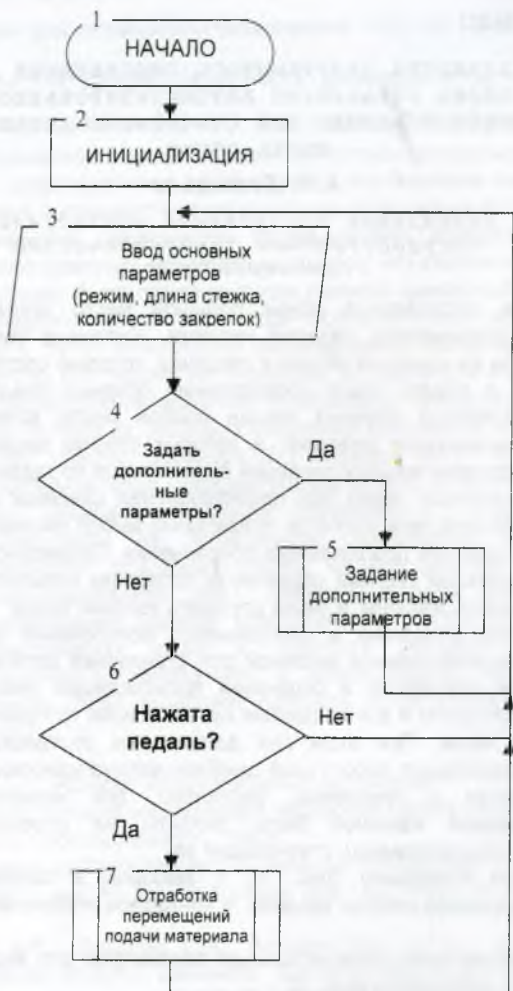
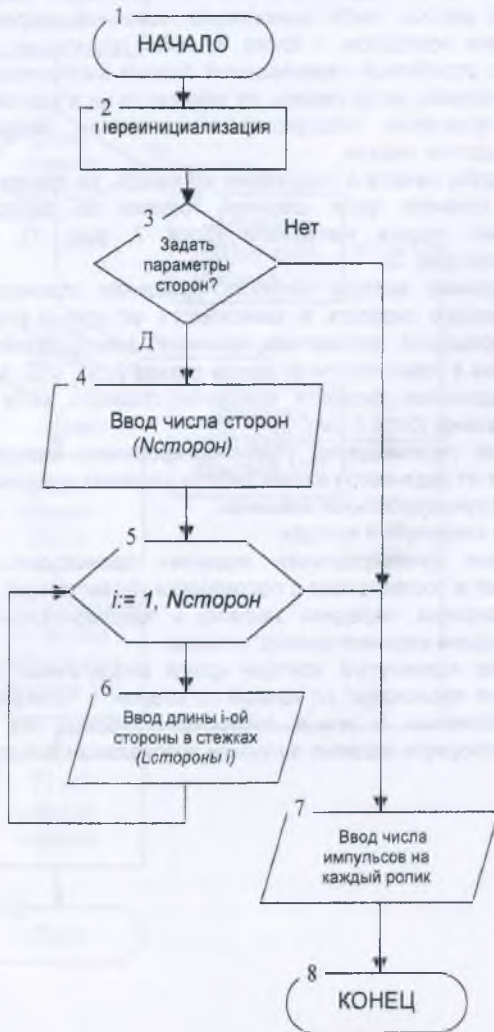
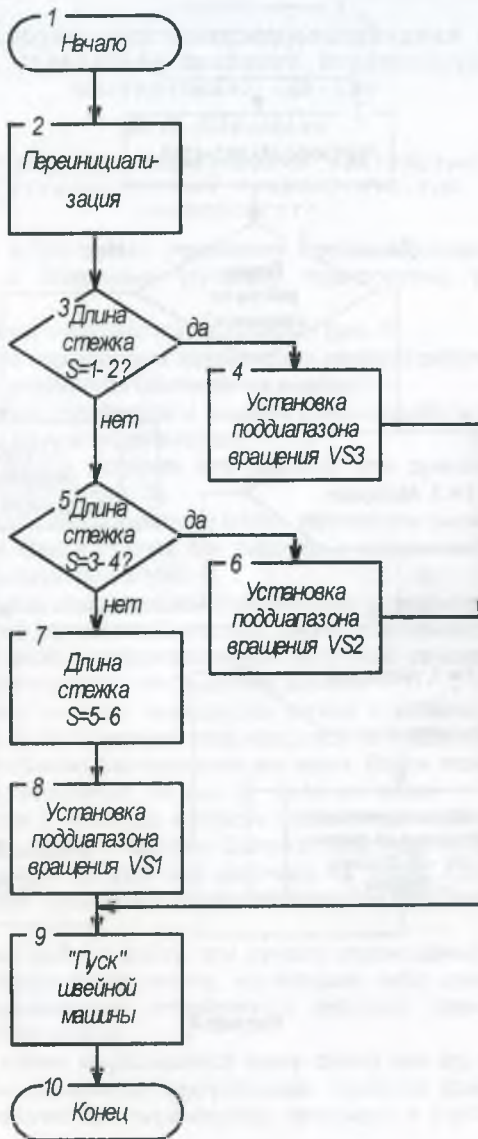

Рисунок 1
Рисунок 2
Рисунок 3
1) Основную программу (рис. 1), с выбором и заданием основных параметров и режимов работы машины, с контролем положения управляющей педали;
2) Ввод необходимых дополнительных параметров для заданного режима работы с пульта управления (рис. 2);
3) Алгоритм подпрограммы выбора скорости перемещения материала (рис. 3);
После подачи питания на схему запускается процедура инициализации, в результате которой осуществляется самотестирование микроконтроллера, инициализация жидкокристаллического индикатора и клавиатуры пульта. Затем происходит установка начальных условий работы микроконтроллера и всего блока управления. В результате выполнения этих действий система готова к работе (блок 2, рис. 1).
Для выполнения операции стачивания деталей верха обуви необходимо задать основные параметры (блок 3, рис. 1): режим работы, длина стежка, количество закрепок. Для работы швейной машины в режиме «замкнутый контур» предусматривается задание дополнительных параметров стачивания (блоки 4, рис. 1). Задание дополнительных параметров реализуется в подпрограмме задания дополнительных параметров (блок 5, рис. 1) отображенной на рис. 2.
В данной подпрограмме реализована возможность задания параметров длины стороны, определяемой количеством стежков, количество сторон для режима работы «замкнутый контур», а также возможность регулирования посадки материала путём ввода количества импульсов на верхний прижимной ролик и нижнее транспортирующее колесо (блок 7, рис. 2).
После ввода всех необходимых параметров система должна опросить датчик положения педали (блок 7, рис. 1). В зависимости от того, в каком положении нажата педаль управления, происходит либо подъём верхнего прижимного ролика, либо выполнение конечной закрепки (не показано) с последующим возвратом к блоку 3, либо происходит процесс стачивания заготовок с обработкой перемещений подачи материала (блок 7, рис. 1). В противном случае, когда педаль не находится ни в одном из этих положений, система управления находится в состоянии ожидания, периодически спрашивая датчик педали.
Если педаль нажата в положении «Вперёд», то происходит выбор скорости вращения главного вала швейной головки из подпрограммы обработки перемещений подачи материала (блок 7, рис. 1), к соответствующей подпрограмме (рис. 3).
Подпрограмма выбора скорости вращения главного вала определяет соответствующую скорость в зависимости от длины стежка. весь диапазон скорости вращения автоматизированного электропривода разбит на три поддиапазона в зависимости от длины стежка (VS1, VS2, VS3). Таким образом, после определения скорости вращения главного вала происходит «пуск» швейной машины (блок 7, рис. 3).